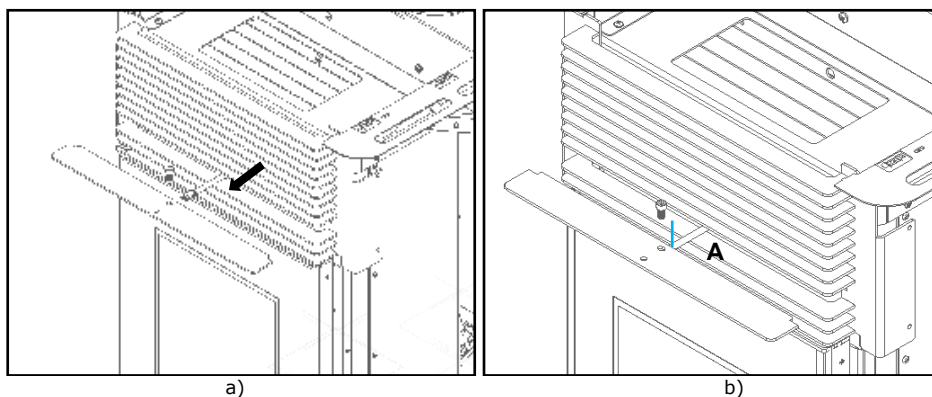

Figura 95 – Aperto da pala do registo
b) De seguida puxar o varão do registo para a frente (Figura 95-a), coincidir o furo do varão e com o furo da pala e uni-los com um parafuso **A** (DIN 7991 M6x10).